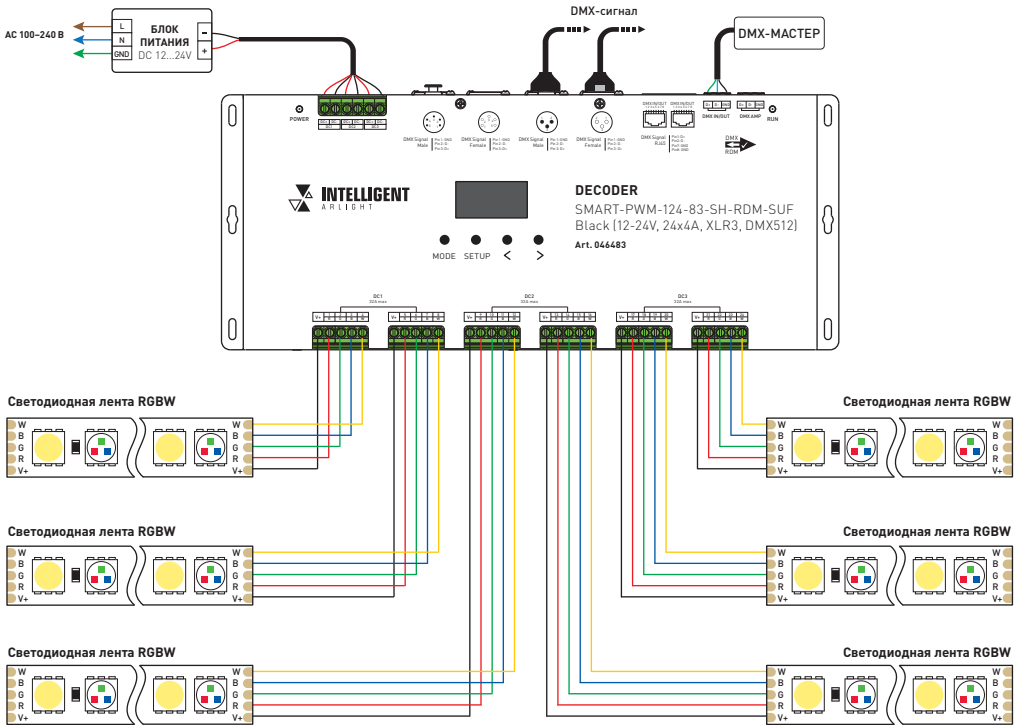

Рис. 1. Схема подключения декодера SMART-PWM
- 3.2. Подключите декодер, соблюдая порядок подключения проводов (рис. 1).